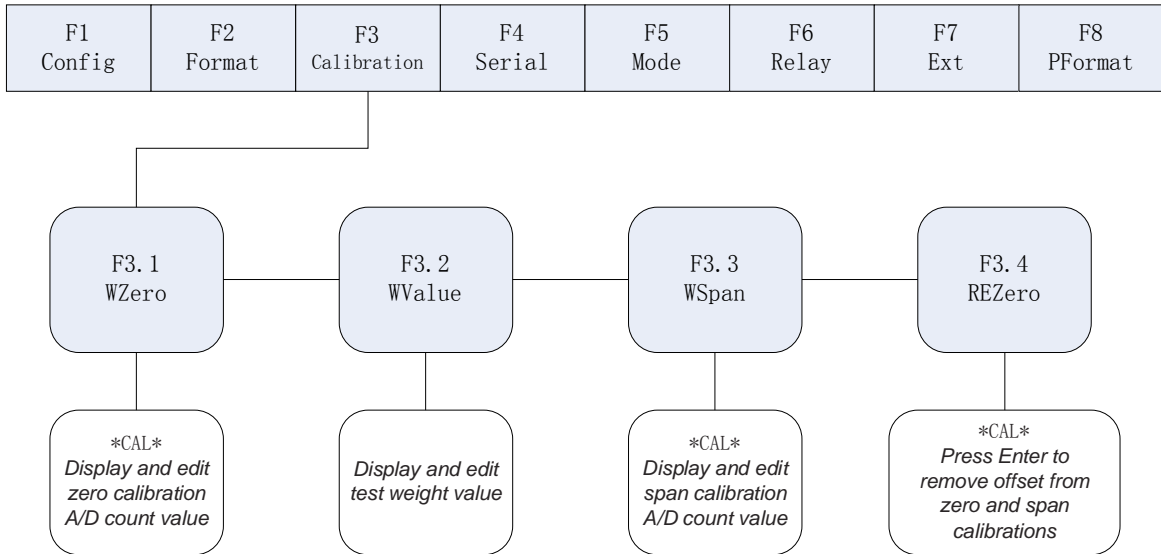

图 4-1 F3 (Calibration) 菜单结构
(1) 使显示器进入设置工作状态（显示器显示“F 1”），将所有的重量从秤台上移走。如果需要用挂钩或链条吊装测试砝码，则将这些挂钩或链条留在秤台上。
(2) 按 \blacktriangleright 键，直至显示器显示“F 3”（见图 4-1），按 \blacktriangledown 键进入零点标定状态，显示器显示“F 3.1”。
(3) 当显示器显示“F 3.1”时，有以下两种选择：